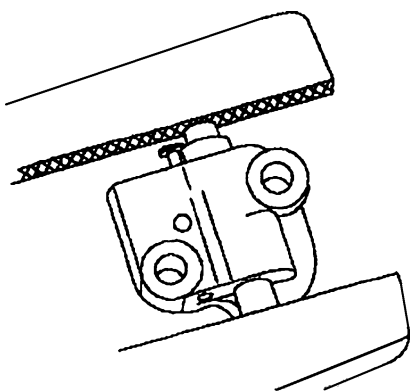

图 11-23 把左侧正时链条张紧器放入台虎钳
8) 如图 11-23 所示把左侧正时链条张紧器放入台虎钳，台虎钳卡爪要用软垫垫好，以免损伤张紧器。